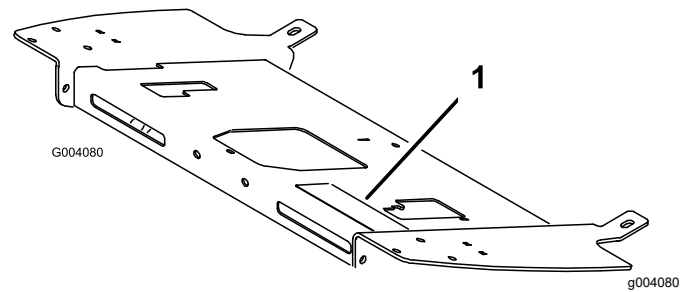

Figura 14
3. Cole o autocolante apropriado de perigo sobre o autocolante existente da plataforma do operador (Figura 14):